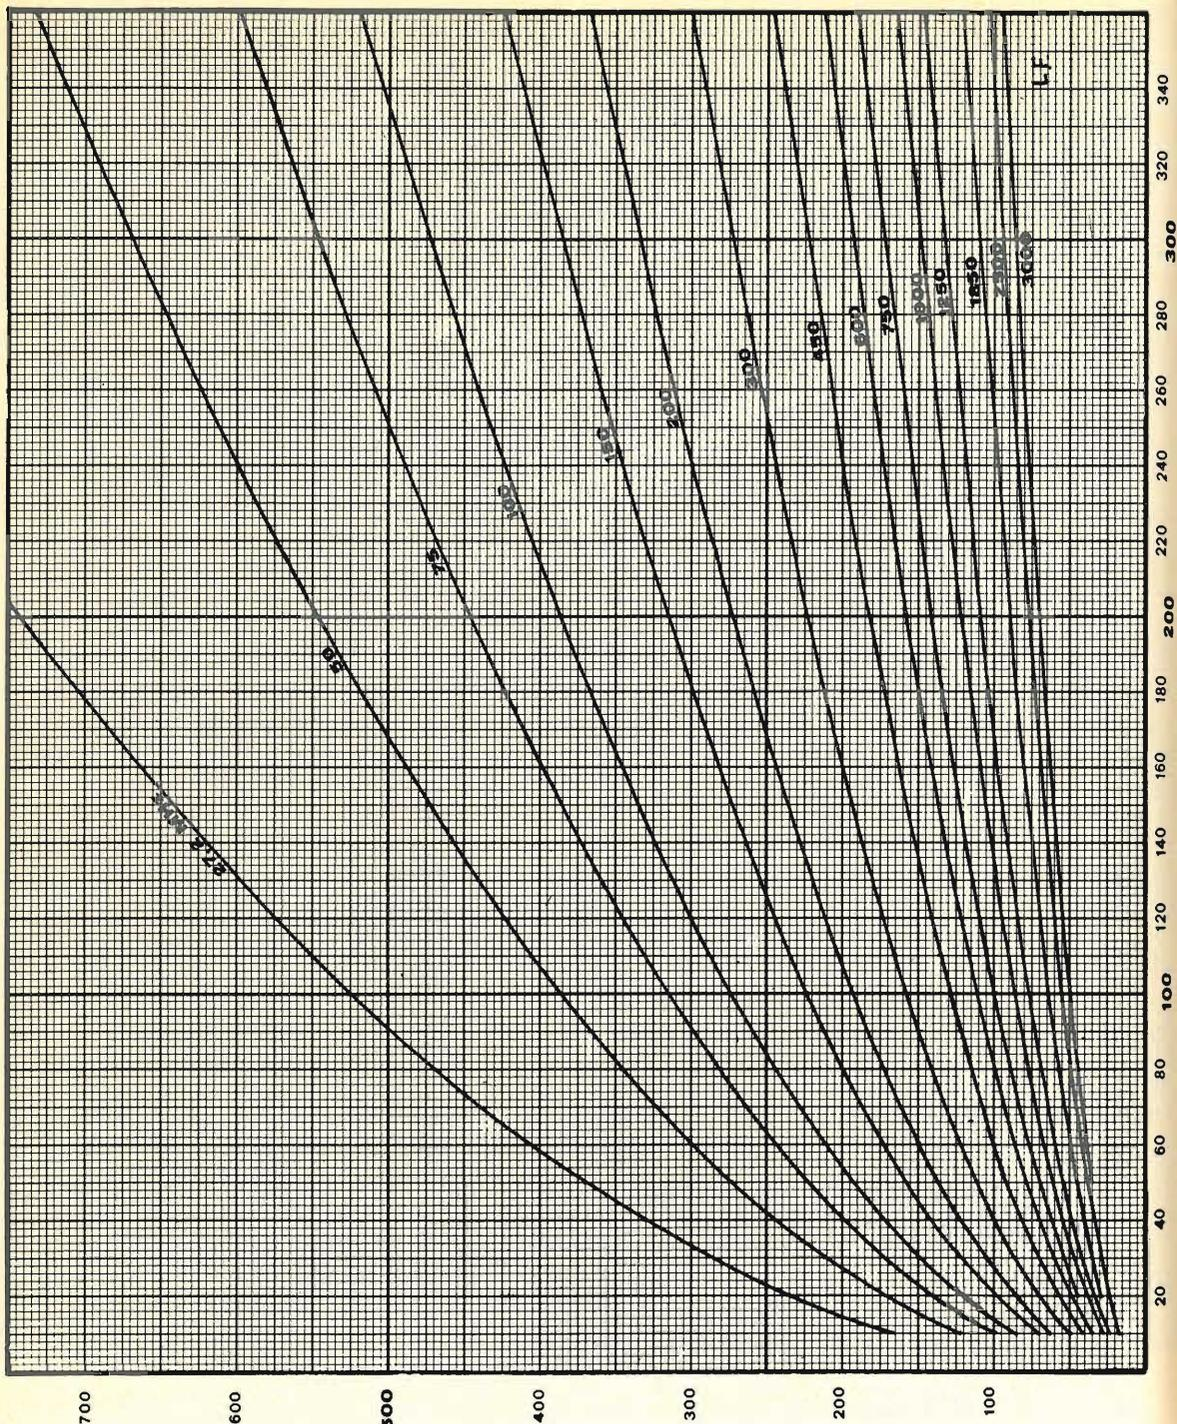

figura 18
Il primo ellissoide di Fresnel, riferito ad una assegnata frequenza, su una data distanza, potrà essere preventivamente tracciato con facilità impiegando il grafico di figura 18. Questo infatti fornisce il valore del raggio massimo (φ_{max}) in metri che detto ellissoide assume al centro della tratta, in funzione della lunghezza della stessa (distanza TX-RX) e della frequenza in gioco, senza nessuna difficoltà di calcolo!
2) segnare sulle stesse, in corrispondenza della loro mezzera, il raggio massimo (φ_{max}) del primo ellissoide di Fresnel in base alla figura 18;